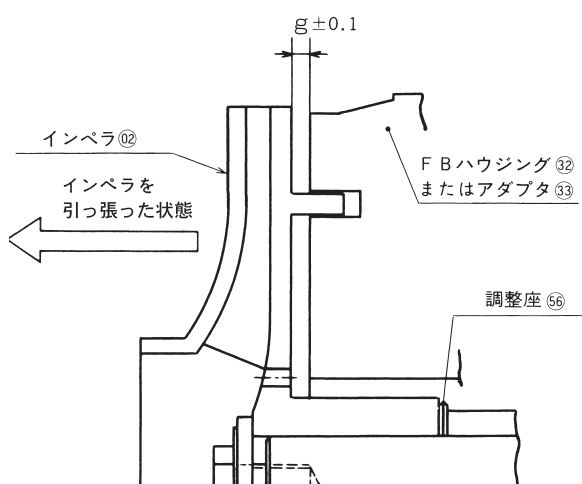
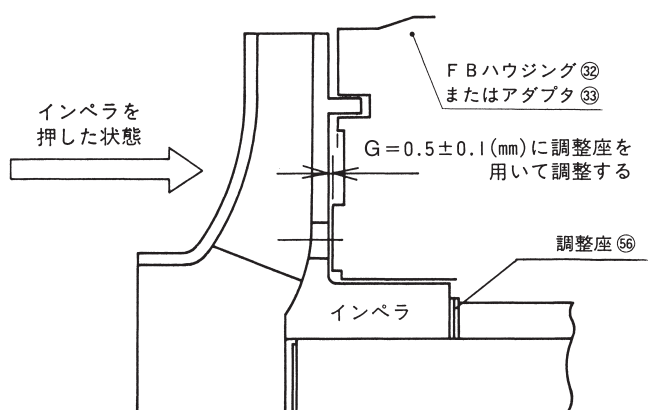

図11
図12
- (4) 補助配管系の液も同様に排出します。
- (5) 循環パイプ(34) (F&FA 型)または熱交換器 ASSY (35) (B&BA 型)を取り外します。
- (6) 配管の荷重がポンプにかかっていますので、ケーシング(01)の下に適当な枕を敷いてください。
- (7) ケーシング(01)を締め付けているボルト(46B)または(46C)を取り外します。その時排出しきれなかった液が出てきますので注意してください。
- (8) ホルダ(41)とベース(40)を締め付けているボルト(46D)を取り外します。ベース(40)上をスライドさせ、ポンプ本体をケーシング(01)から引き離しガスケット(66A)を取り外します。
- (9) 図 11、図 12 に示す要領で g または G 寸法を測定し、記録します。
- (10) インペラ(02)を締め付けているボルト(46A)をロックしているロックワッシャ(57A)のつめを伸ばし、ボルト(46A)を外してインペラ(02)を抜き取ります。この時、小物部品を紛失しないよう大切に保管してください。特に調整座(56)は、組み込まれていた通りに束ねて保管してください。
- (11) F および R 型はボルト(46B)を外して FB ハウジング(32)を外します。その際に FB ハウジング(32)のジャッキ穴を使ってゆっくりと抜き始めますと、インローが外れモータ室内の残液が出てきますので、十分注意して作業してください。
標準品ではインペラ(02)を図11のように引っ張った状態で測定したg部の寸法が、表4のg調整値 $\pm 0.1\text{mm}$ となるよう調整座(56)を使用して調整します。
スラストバランス(TBL)機構付きでは、インペラ(02)を図12のように押した状態でG部の寸法が、 $0.5\pm 0.1\text{mm}$ となるよう調整座(56)を使用して調整します。